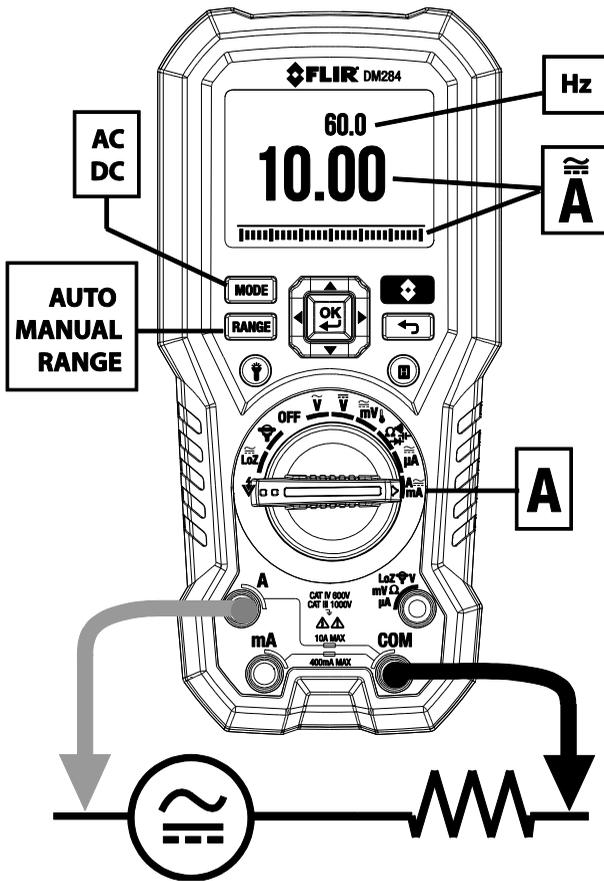
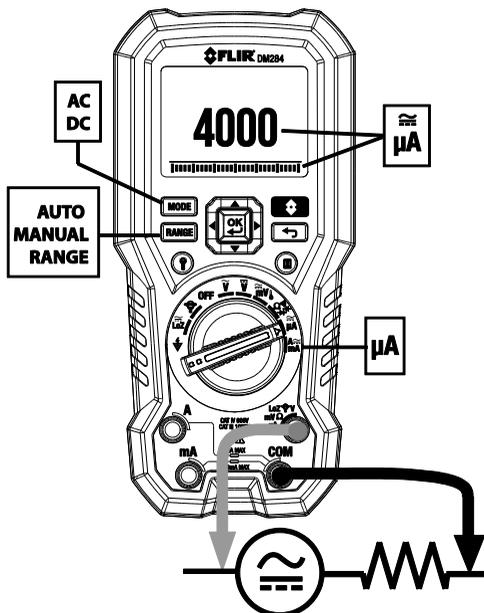

图 7-9 高电流 "A" 测量
图 7-11  $\mu\text{A}$  电流测量
4. 进行 "A" 测量时，按照图 7-8 和图 7-9 将探头导线与零件串联，进行 mA 测量和  $\mu$ A 测量时，请分别参阅图 7-10 和图 7-11。